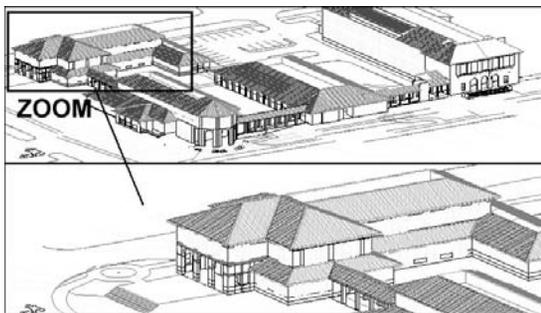

Fig.3.15
- ▶ **Zoom Fenêtre** (Window) : permet en cours de travail d'agrandir rapidement une partie du dessin pour y travailler avec grande précision. La zone à agrandir doit être spécifiée par deux points formant la diagonale d'un rectangle entourant la zone concernée (fig.3.15).